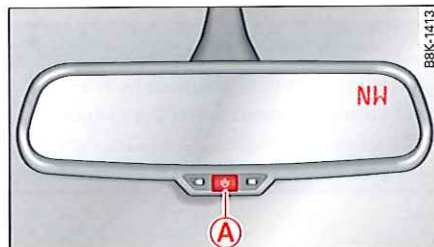

Fig. 54 Rétroviseur intérieur : boussole numérique activée
- ▶ Pressez la touche **(A)** ⇒ page 49, fig. 54 jusqu'à ce que le numéro de la zone de champ magnétique souhaitée s'affiche dans le rétroviseur intérieur.
- ▶ Pressez et maintenez la touche **(A)** ⇒ page 49, fig. 54 enfoncée jusqu'à ce que la lettre **C** s'affiche dans le rétroviseur.